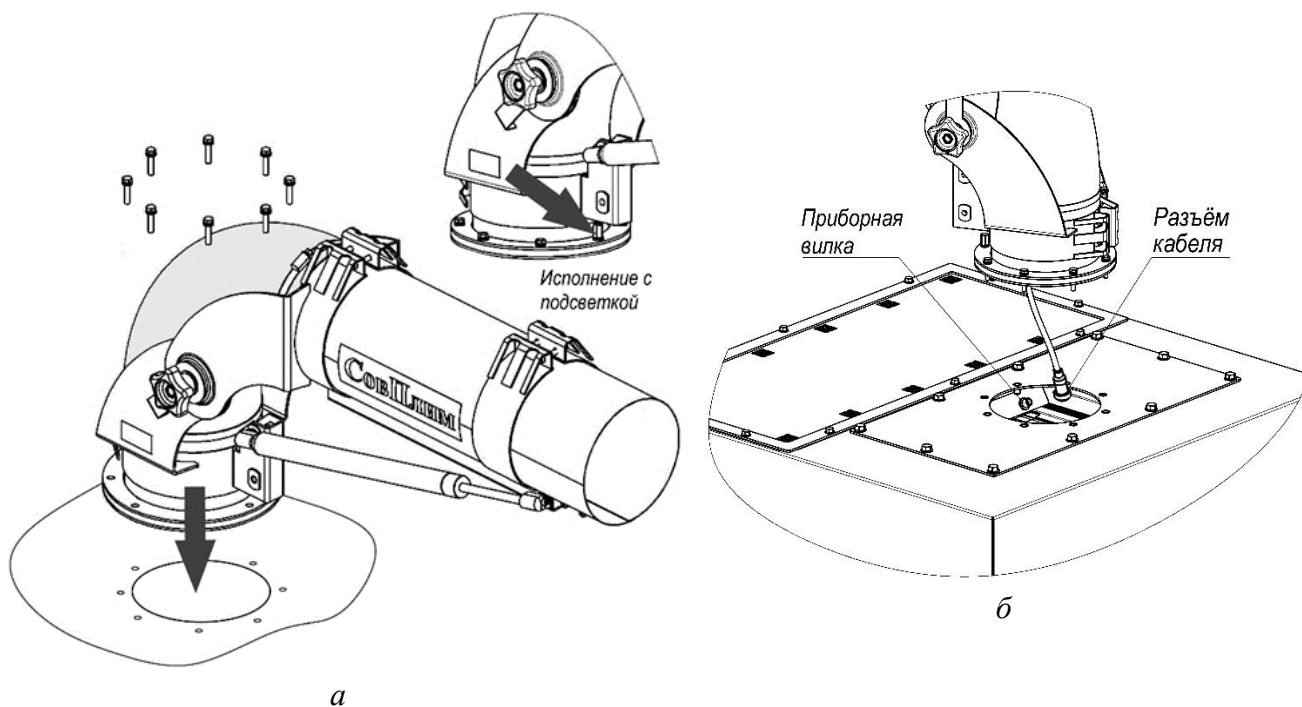

Рисунок 7
5.4.2 Выкрутить болты М6, установленные на фланце опоры поворотной. Установить внутреннюю трубу устройства на оборудование, совместив опору поворотную с отверстием диаметром 162 мм. Закрепить фланец опоры поворотной при помощи болтов М6, обращая внимание на расположение болта с увеличенной головкой для устройств с подсветкой (рисунок 7а). Для крепления устройств с подсветкой на передвижных фильтрах производства АО «СовПлим» предварительно подсоединить разъём кабеля электропитания (рисунок 7б).